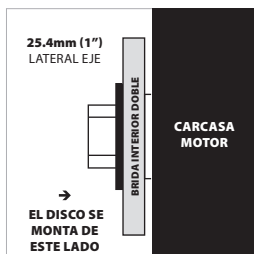

Fig. 40c
- La elevación del anillo de 25,4 mm (1") debe ir orientada "hacia el exterior" mirando desde el motor cuando se monta un disco con eje de 25,4 mm (1"), lo que permite disponer de un eje de 25,4 mm (1") (**Fig. 40c**).